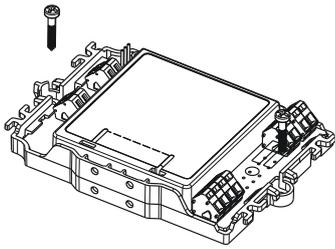

Fig. 2
- Instalação direta em um quadro ou unidade de controle: monte o módulo em uma superfície lisa (Fig. 2).
- Fixe com dois parafusos M4 (Fig. 2). Distância entre os furos de instalação:  $118.0 \pm 1.0 \text{mm}$ .